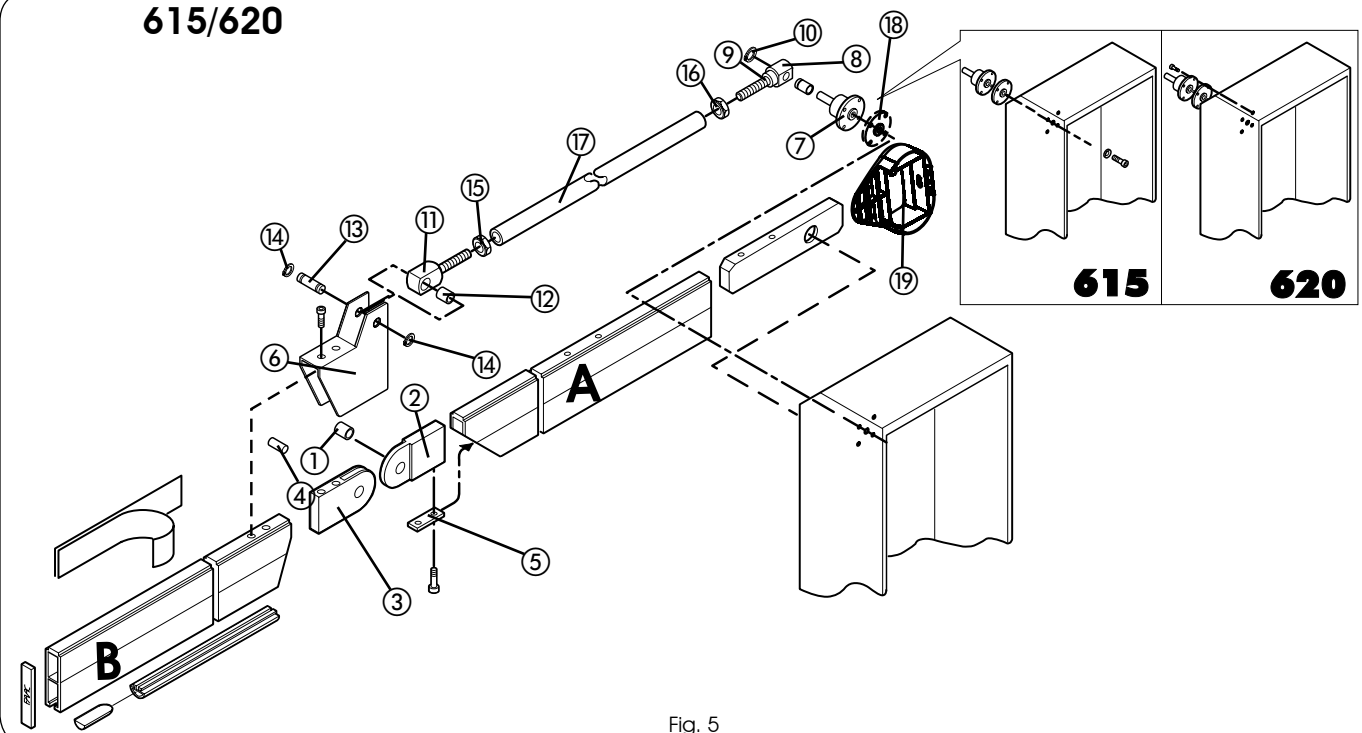

Fig. 5
- 3) Die Teile ① und ② mit dem Gelenk ③ montieren und dabei den Stift ④, wie in Abb. 5 gezeigt, einführen.
- 4) Die Gruppe ①, ②, ③ und ④ in die Balkenabschnitte einführen und mit den Teilen ⑤ und ⑥ unter Verwendung der mitgelieferten Schrauben gemäß Abb. 5 befestigen.
- 5) Die Stütze ⑦ auf den Schrankenkörper montieren, wie in Abb. 5 gezeigt, wie in Abb. 5 gezeigt. Dazu ist der Abstandhalter ⑧ mit alten Taschen (vor September 2005) zu verwenden.
- 6) Die Buchse ⑧ und die Gabel ⑨ auf die Stütze ⑦ montieren und den Seeger-Ring ⑩ wie in Abb. 5 gezeigt, anbringen.
- 7) Die Gabel ⑪ mit der Buchse ⑫ auf dem Anschluß ⑥ anbringen und mit dem Stift ⑬ und den Seeger-Ringen ⑭ zusammenbauen.
- 8) Die Muttern ⑮ und ⑯ auf den Gabeln ⑨ und ⑪ anschrauben.
- 9) Das Rohr ⑰ bis auf ein Viertel der Gabel mit linksgängigem Gewinde anschrauben.
- 10) Die beiden Balkenabschnitte korrekt horizontal positionieren und das Rohr ⑰ auf der Gabel mit rechtsgängigem Gewinde ausrichten.
- 11) Die Schnittposition des Rohrs ⑰ bei einem Fünftel des Gewindes der rechten Gabel anzeichnen.
- 12) Das Rohr ⑰ schneiden und mit einer rechtsgängigen Schraube M10 für ca. 20 mm gewindeschneiden.
- 13) Das Rohr ⑰ im Uhrzeigersinn auf der rechten Gabel anschrauben, so daß der Balken ausgerichtet wird.
- 14) Die Muttern ⑮ und ⑯ auf dem Rohr ⑰ anziehen.
- 15) Die Montage beenden und den Schutzdeckel ⑱ anbringen.
- 3) Assembleer de onderdelen ① en ② met het scharnier ③ door de spil ④ erin te steken zoals in fig. 5.
- 4) Steek de groep ①, ②, ③ en ④ in de stukken van de slagbomen en monteer de onderdelen ⑤ en ⑥ erop met behulp van de bijgeleverde schroeven zoals in fig. 5.
- 5) Monteer de steun ⑦ op de behuizing van de slagboom zoals in fig. 5, met gebruikmaking van afstandsstuk ⑱ met de oude zakken van voor september 2005.
15) Voltooi de installatie door de beschermingskap ⑱ aan te brengen.
- 6) Zet de bus ⑧ erin en de vork ⑨ op de steun ⑦ en breng de seegerring ⑩ aan zoals in fig. 5.
- 7) Zet de vork ⑪ erin met de bus ⑫ op de aansluiting ⑥ en assembleer ze met de spil ⑬ en de seegerring ⑭.
- 8) Draai de schroeven ⑮ en ⑯ vast op de vorken ⑨ en ⑪.
- 9) Draai de bus ⑰ vast tot op een kwart van de vork met linksdraaiende schroefdraad.
- 10) Zet de twee stukken van de slagboom perfect horizontaal en breng de bus ⑰ op één lijn op de vork met rechtsdraaiende schroefdraad.
- 11) Markeer de plaats waar de bus ⑰ moet worden afgezaagd op een vijfde van de schroefdraad van de rechtervork.
- 12) Zaag de bus ⑰ af en breng er ongeveer 20 mm schroefdraad op aan met een mannelijke M10 rechtsdraaiend.
- 13) Draai de bus ⑰ met de wijzers van de klok mee zodanig op de rechtervork vast dat de slagboom uitgelijnd is.
- 14) Draai de moeren ⑮ en ⑯ op de bus ⑰.
- 15) De installatie beëindigen door aanbrengen van beschermingskap. ⑱.